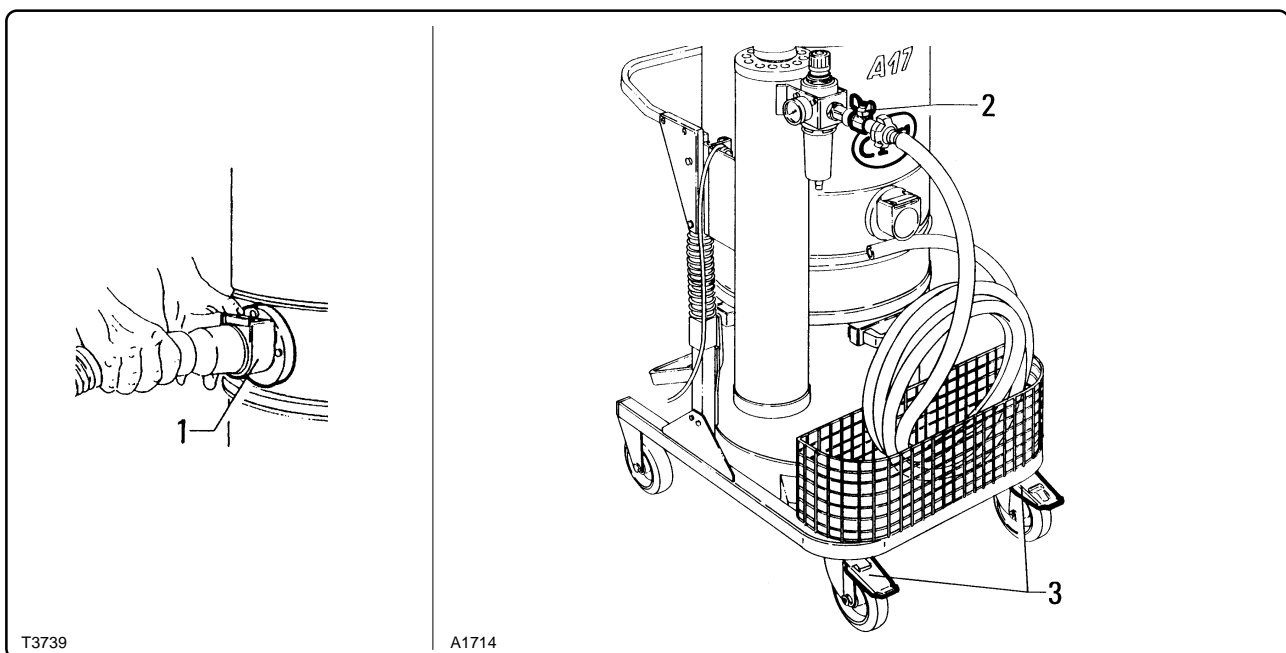

Fig. 6.2.1
6.3 - Arresto (fig. 6.2.1)
6.3 - Stopping (fig. 6.2.1)